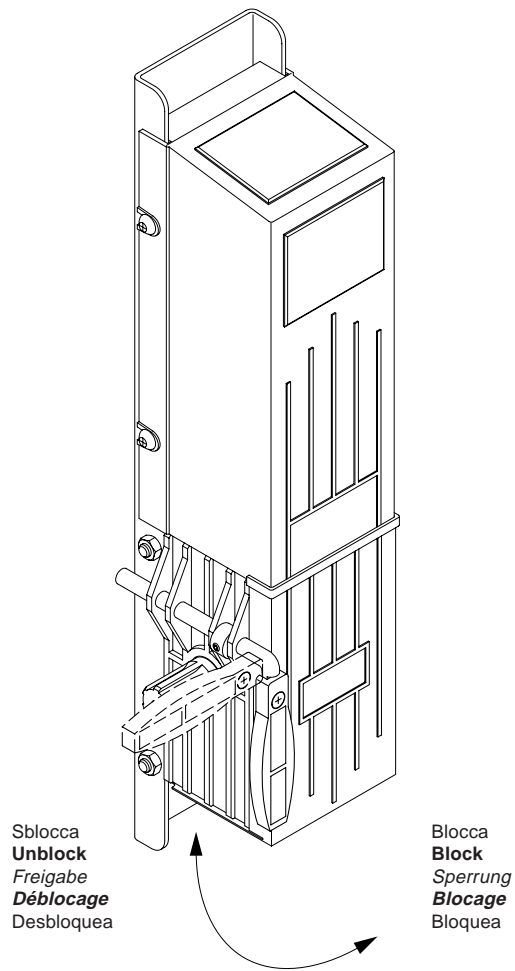

Fig.11
7.1 Sblocco interno a maniglia (fig. 11).
7.1 Handle internal release (fig. 11)
7.1 *Débloccage interne de la manivelle (fig. 11)*
7.1 Desbloqueo interior a manilla (fig.11).